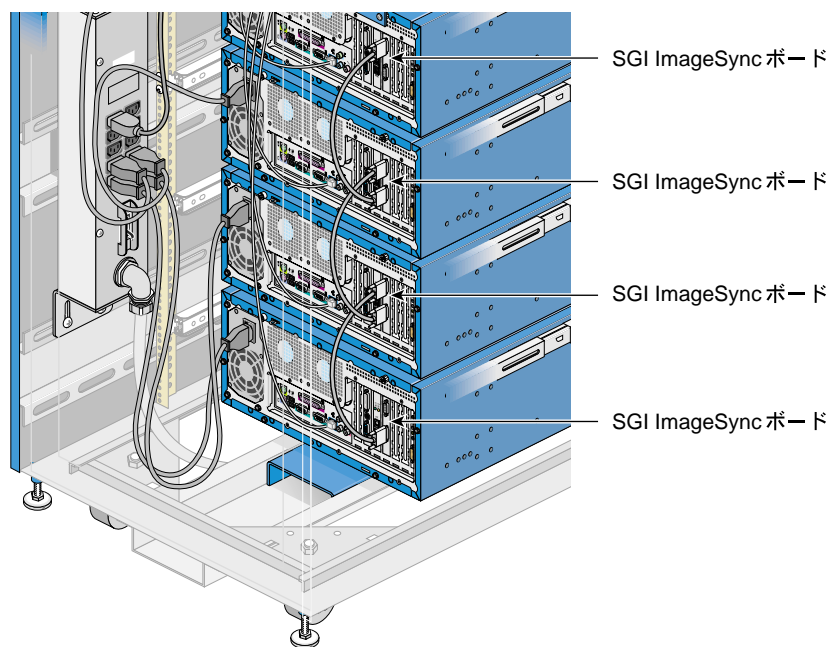

図 4-19 SGI ImageSync 外部ケーブルの接続、SGI Graphics Cluster Series 12 システム
4. ノードのデジチェーンのSGI ImageSync外部ケーブルを隣接するノードに取り付けます (図 4-19 を参照)。